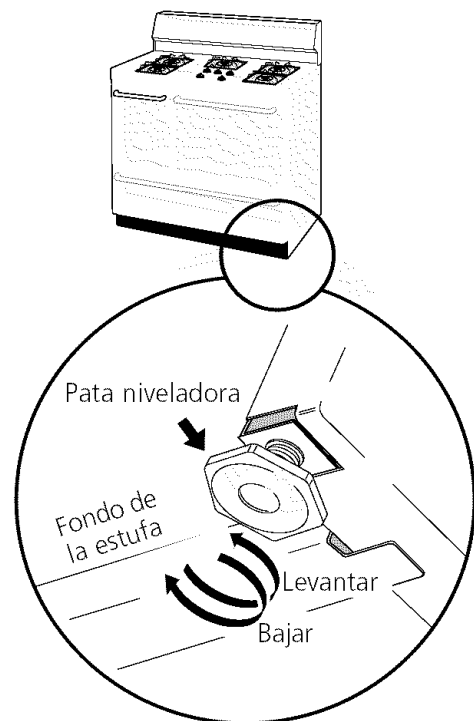

Figura 14
4. Nivele la estufa si es necesario ajustando las cuatro patas niveladoras con una llave (Ver la Figura 14 abajo). Se requiere un espacio libre mínimo de 1/8" (3.2 mm) entre la parte inferior de la estufa y los niveladores de las patas traseras para dejar espacio para los soportes antivuelco.